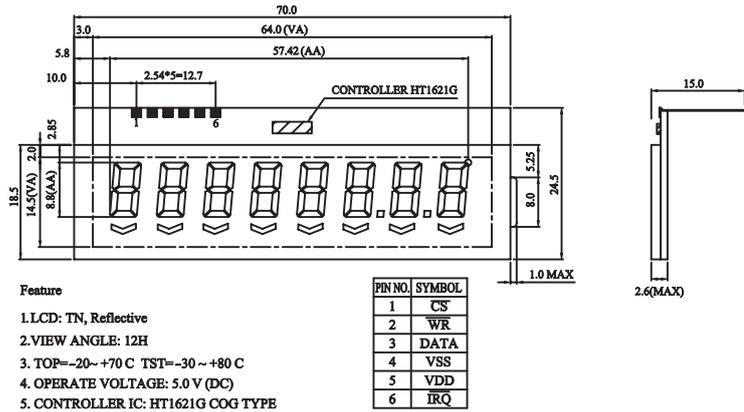
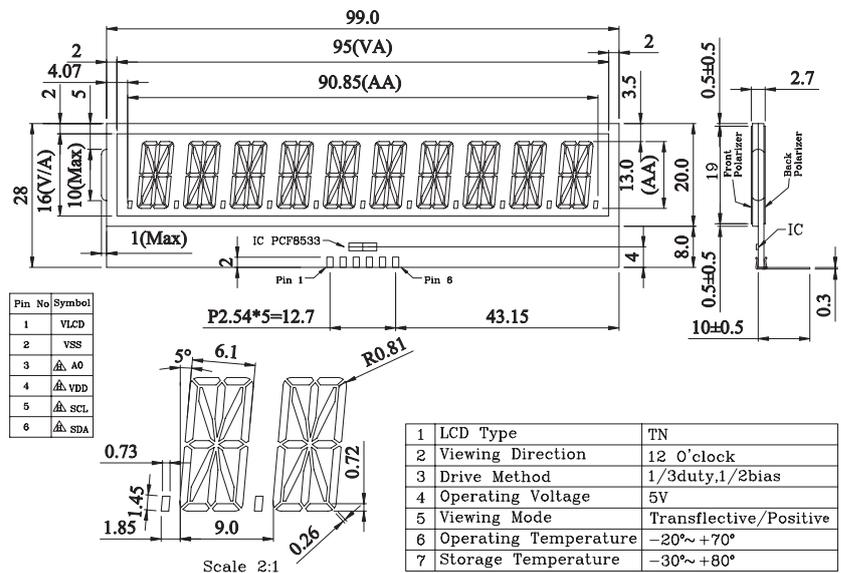

Рис. 2. 7-сегментный ЖКИ BO0801ATRNW
Рис. 3. 16-сегментный ЖКИ WNG009-ZBK
1. **7/16 сегментные ЖКИ.** Предназначены для вывода цифровой (см. рис. 2) или алфавитно-цифровой (см. рис. 3) информации.